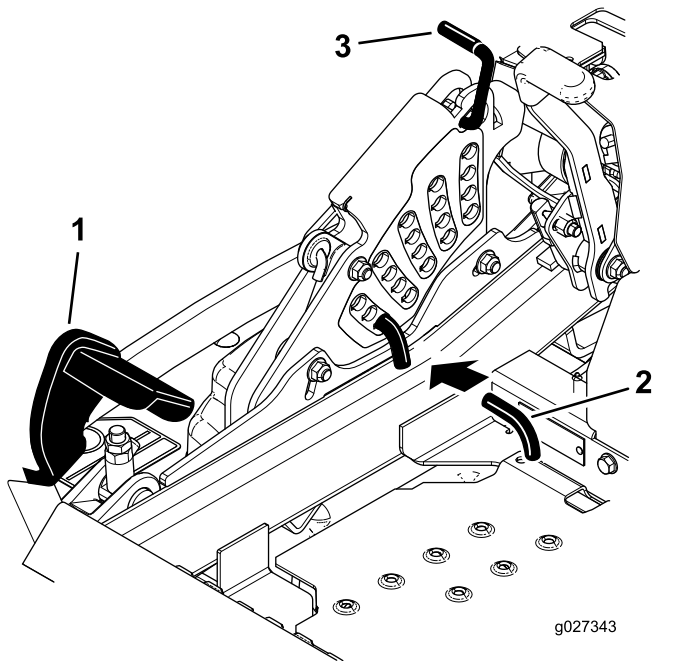

Figure 25
- Appuyez sur la pédale de levage du tablier avec le pied et levez le tablier en position de transport (qui est aussi la position de hauteur de coupe de 140 mm [5½ po]), comme montré à la Figure 25.
- Pour changer de hauteur de coupe, tournez la goupille de 90 degrés retirez-la du support de hauteur de coupe (Figure 25).
- Placez la goupille dans le trou du support correspondant à la hauteur de coupe voulue (Figure 25).